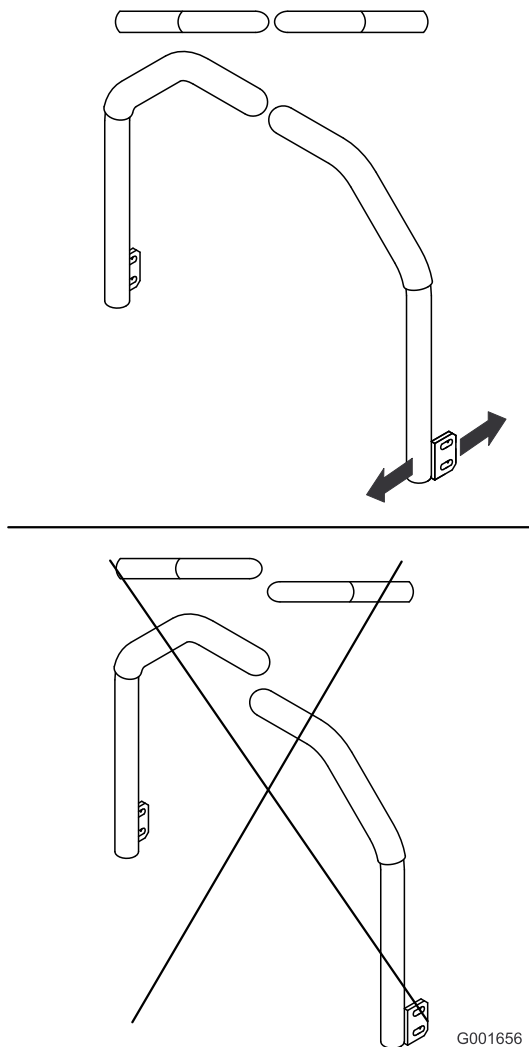

Рисунок 56
5. Отрегулируйте рычаги управления так, чтобы они были выровнены по одной линии, и затяните болты, прикрепив рычаги к стойкам (Рисунок 56).